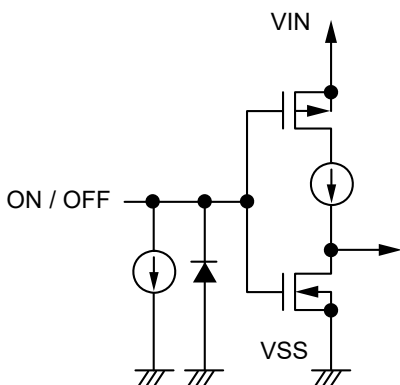

図19 S-13R1シリーズA / Cタイプ
ON / OFF端子は図19、図20の構造になっています。
*1. ON / OFF端子をVIN端子に接続した状態で動作させたときのS-13R1シリーズA / Cタイプの消費電流は、0.1 μA typ.の定電流分だけ多く流れますので注意してください (図19参照)。